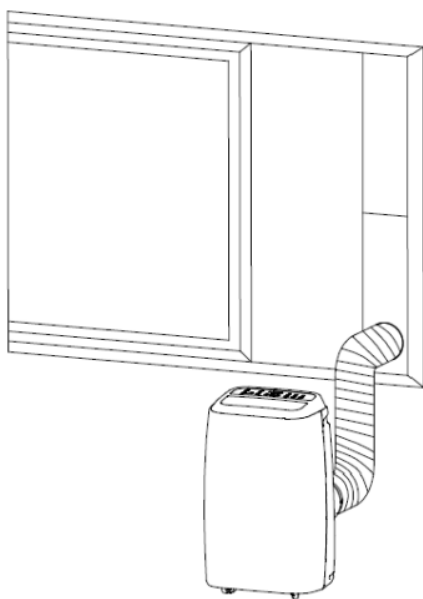
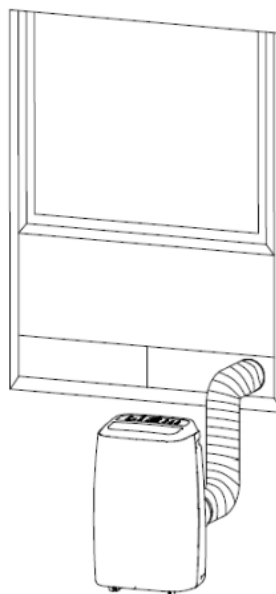

Abb. 5
Abb. 5a
2. Montieren Sie den Abluftschlauch wie in Abb. 5 und Abb. 5a dargestellt und passen Sie die Fensterposition gut an.